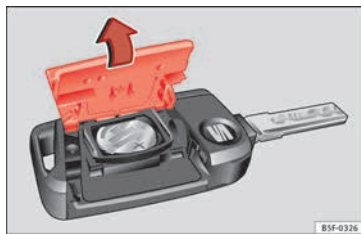

Fig. 133 Llave del vehículo: apertura de la tapa del compartimento para la pila.
- Retire la tapa en la parte trasera de la llave del vehículo » **fig. 133** en la dirección de la flecha » .
- Coloque la tapa tal como se muestra » **fig. 133** y presiónela en la carcasa de la »